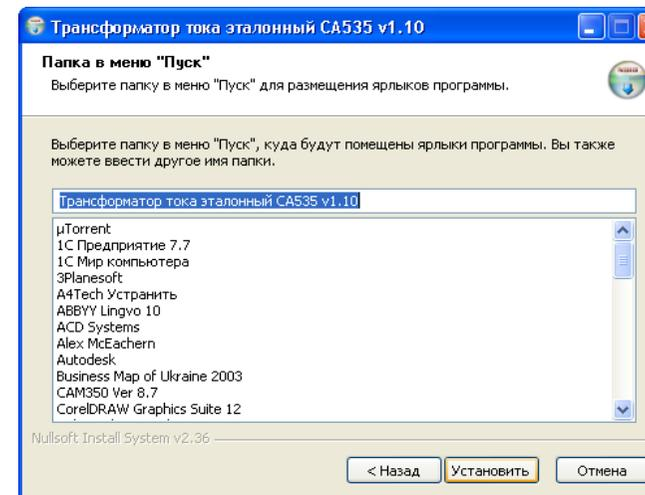

Рисунок 7.9
3) Определить место размещения ярлыков устанавливаемой программы, для чего в окне "Папка" в меню "Пуск" (рисунок 7.9) либо согласиться с местом, предлагаемым по умолчанию, либо выбрать другой вариант из списка. Для установки программы ПО щелкнуть по кнопке **Уста-**